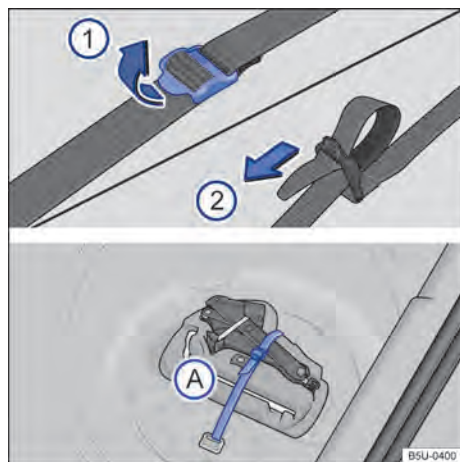

Fig. 105 No compartimento de bagagem: cinta de fixação da caixa de ferramentas e caixa de ferramentas de bordo.
Para soltar a cinta de fixação → Fig. 105 (A), puxar a fivela no sentido da seta (1).